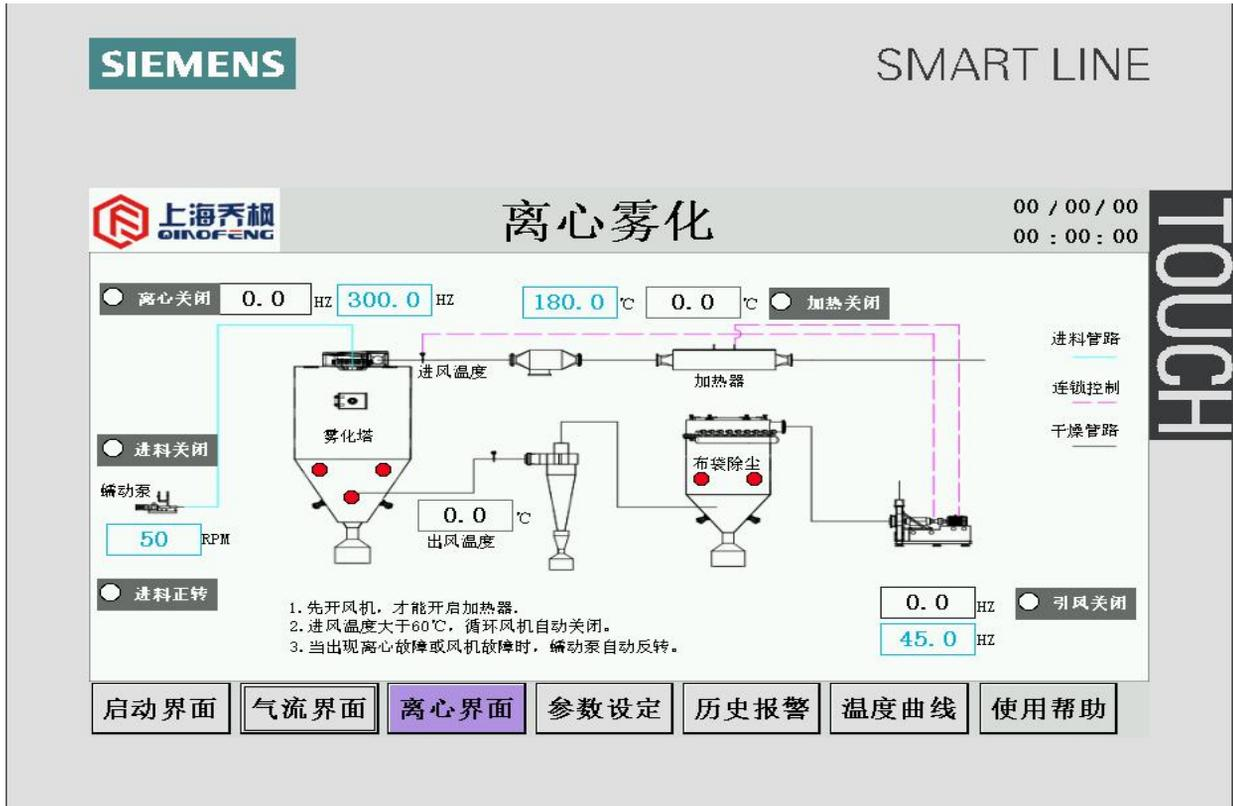
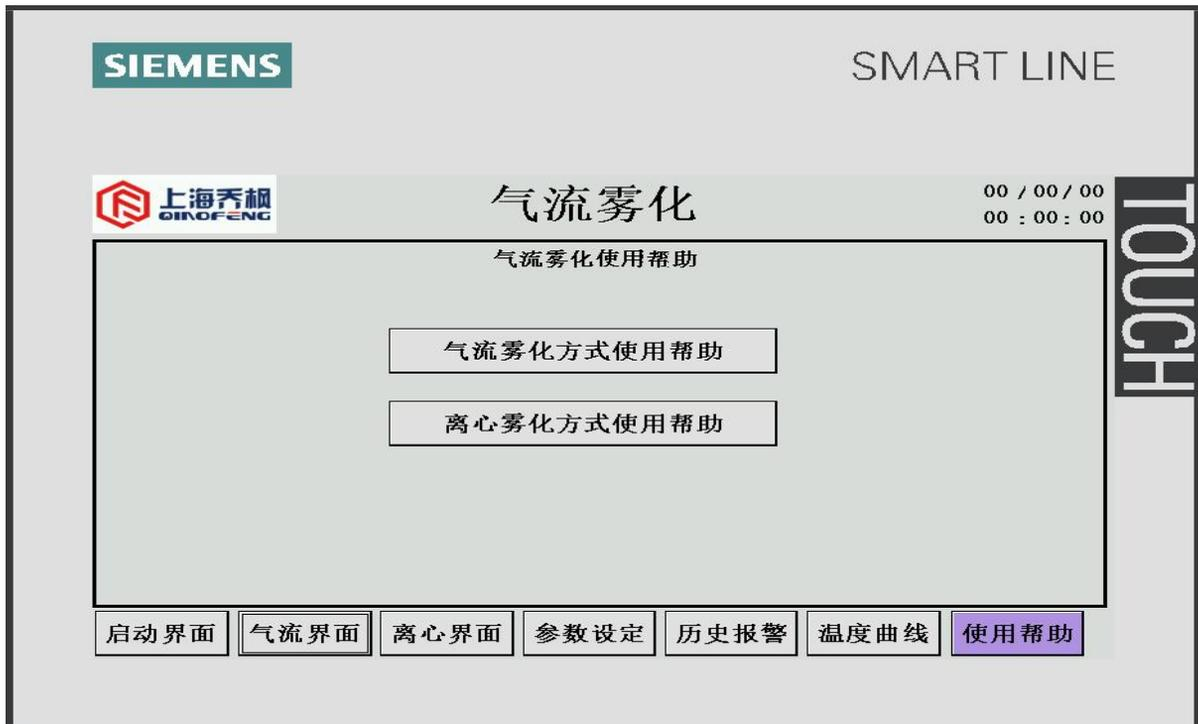
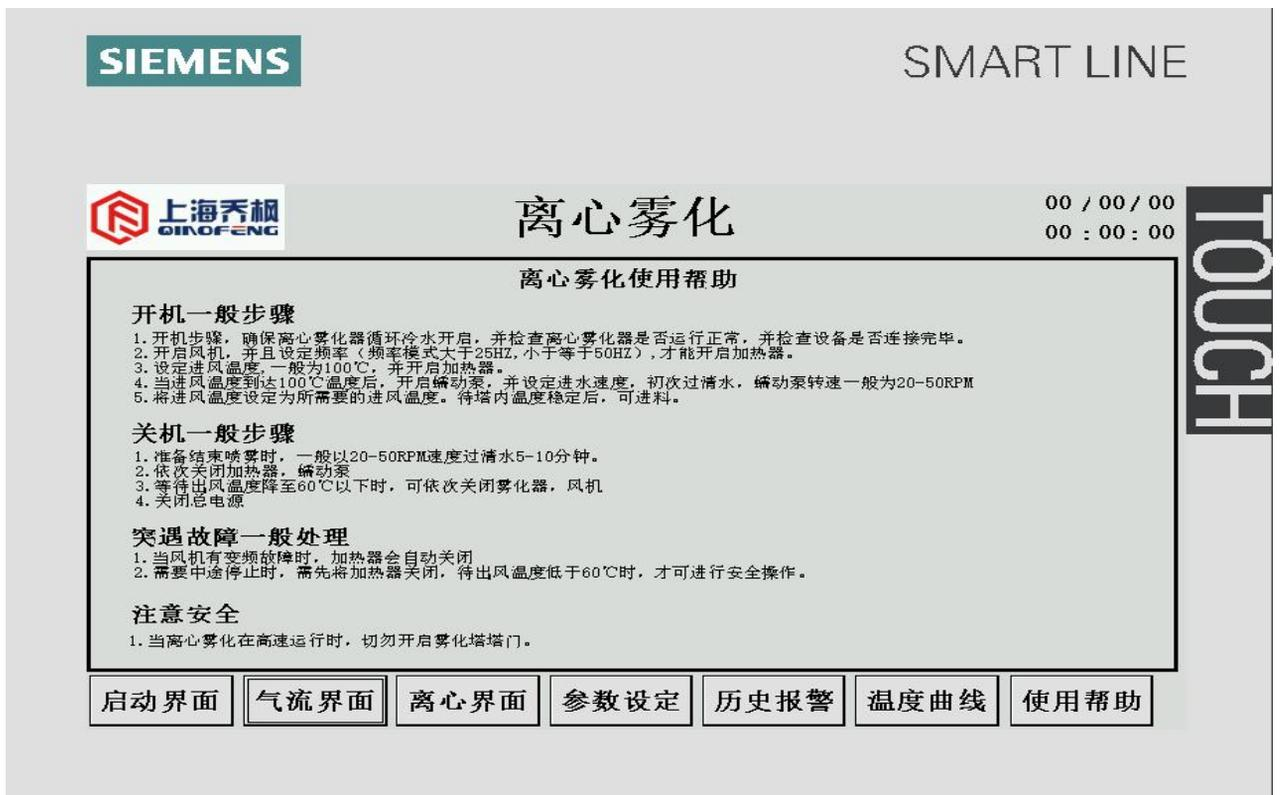

图 2
图 3
图 4
(1) 进入“操作界面”后如图 2 所示。此时应点击“使用帮助”，并仔细阅读后返回操作界面。如：图 3、图 4、图 5、所示。